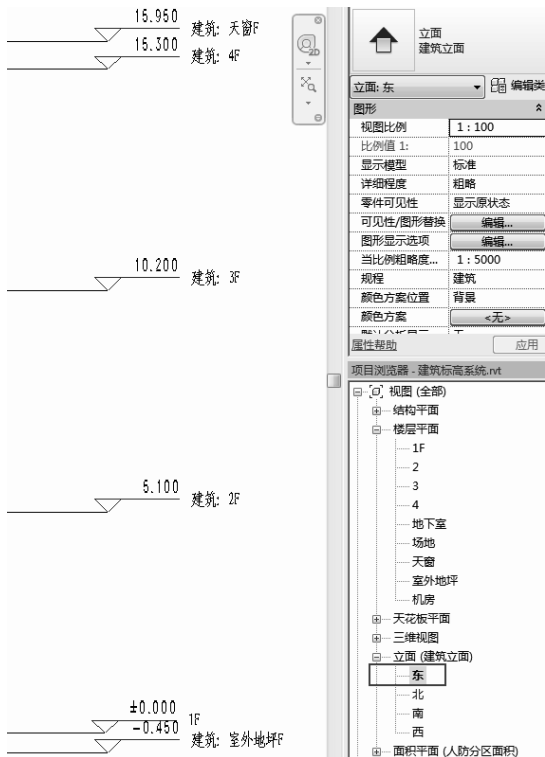

图 1.2.39 查看建筑专业标高
(1) 查看建筑标高系统。在“项目浏览器”面板中选择“立面(建筑立面)”→“东”选项，观看整个建筑专业的标高，如图 1.2.39 所示。